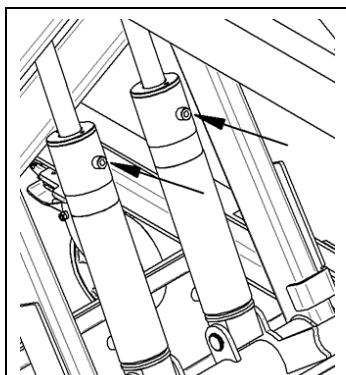

Figura 7-2
3. Afloje ligeramente el tornillo de purga del cilindro ( $\rightarrow$ Figura 7-2).